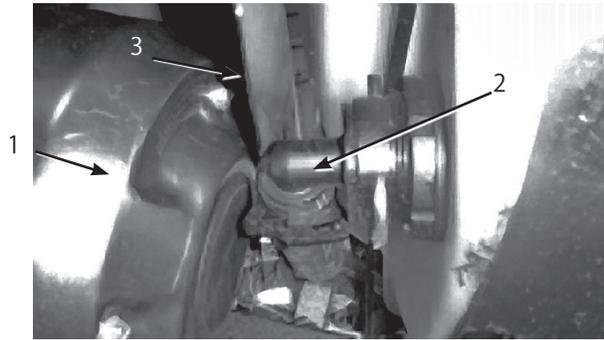

図52
3. タンクの前壁の下にあるホース (図52) を外す。
注: 防熱シールド (図52) を押しのけないとカバーが取り外せない場合があります。